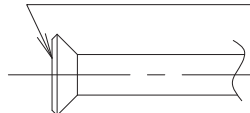

Fig. 20
- Când efectuați o racordare mandrinată, aplicați pe suprafața mandrinată numai eter sau ester. **(Consultați Fig. 20)**